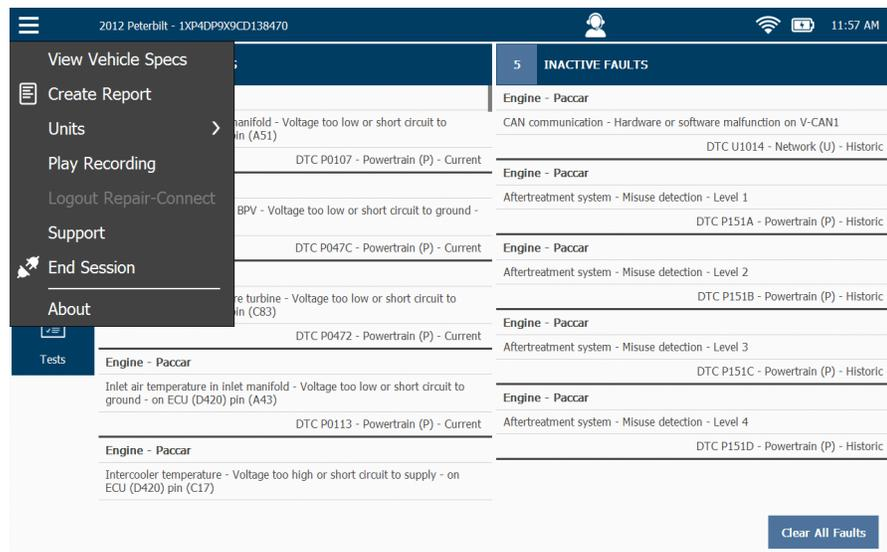

Figure 4.41 Menu Diagnostics
- 18** Touchez la **flèche arrière** pour retourner au menu Diagnostics (Figure 4.41).